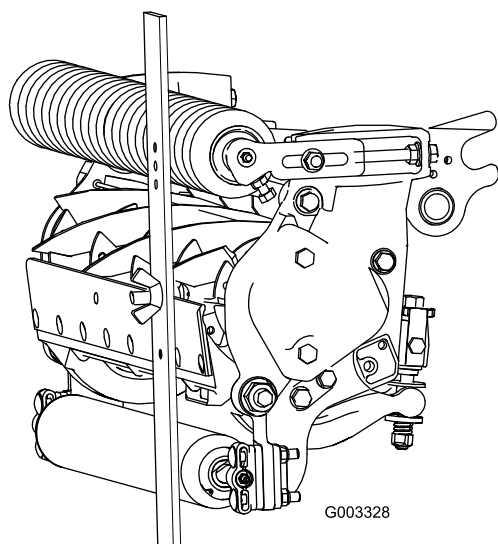

Figura 24
4. Agganciate la testa della vite sul tagliente della controlama e appoggiate l'estremità posteriore della barra sul rullo posteriore (Figura 24).
5. Ruotate la vite di regolazione finché il rullo anteriore non toccherà la barra di riferimento (Figura 24). Regolate entrambe le estremità del rullo finché l'intero rullo non è parallelo alla controlama.